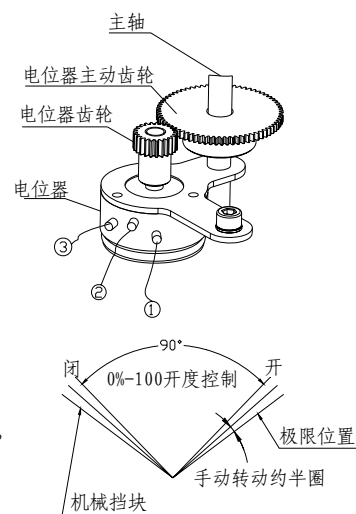

图 18
8.3 电位器调整 (图 18)
电位器在执行器中作为一种反馈信号输出, 有三个输出端子, 其中②脚接电位器的滑臂 (参照图 18)。①脚接执行器开动作时, 与滑臂之间的电阻不断减小一端, ③脚则接执行器关闭动作时与滑臂之间的电阻不断减小一端 (注意: 电位器不应出现阻值过零, 跳变现象)。用手轮转动阀门到全开位置, 以开到限位开关动作为准, 用万用表测量, 将接线端子上②脚①脚电阻调整到 $35\Omega - 60\Omega$ 之间。若不正确可通过转动电位器传动齿轮调整。